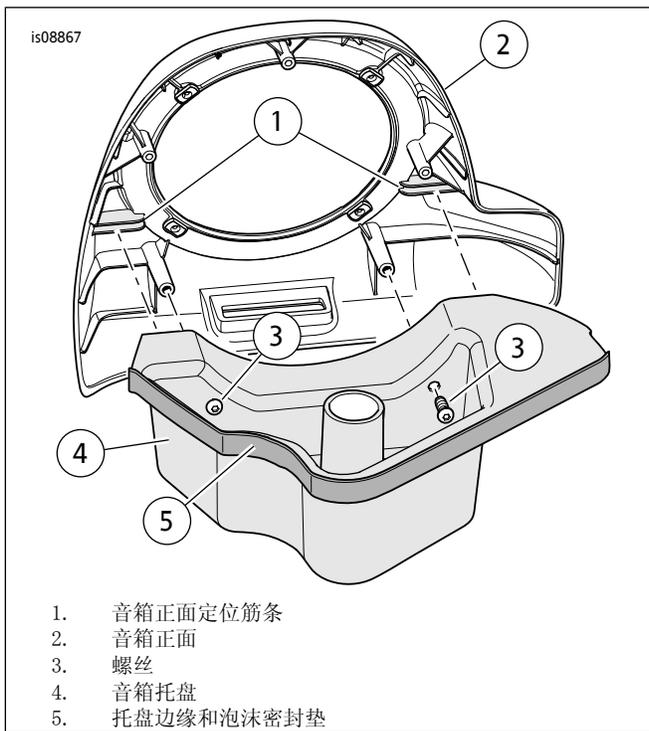

图6。音箱组件
6. 参见图6。将音箱托盘(4)组装到音箱正面(2)。安装两个自攻螺丝(3)。揭掉双面泡沫密封垫(5)一侧的衬纸。按图中所示安装密封件。修剪并保留多余的泡沫密封垫以供随后使用。